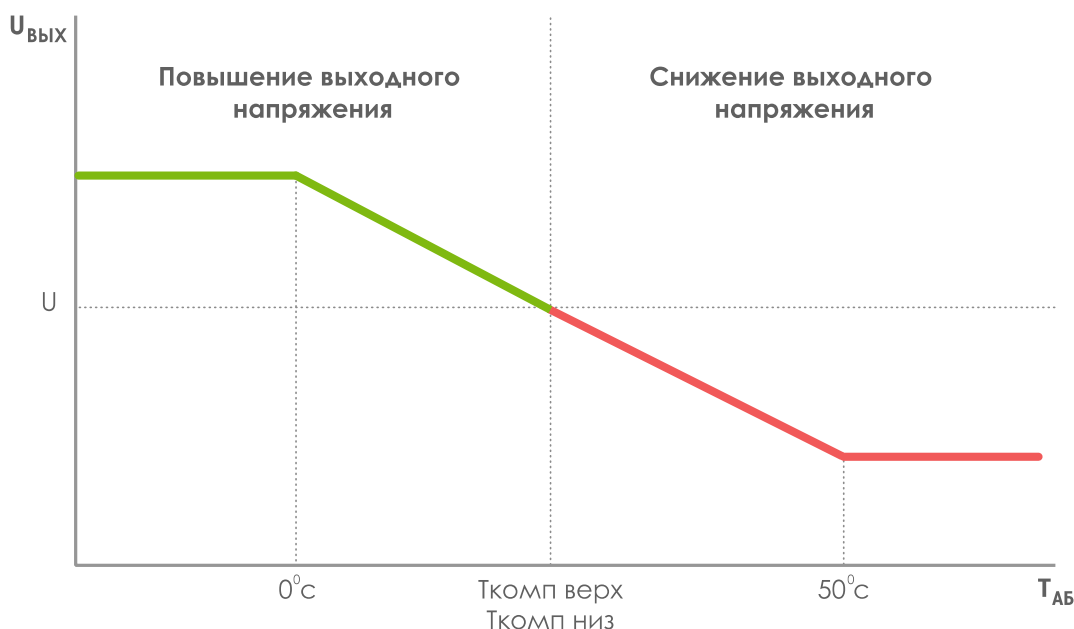

Рисунок 7.12 – Термокомпенсация напряжения при равных значениях «Ткомп низ» и «Ткомп верх»
7.16.5 В случае задания равных значений уставок **Ткомп низ** и **Ткомп верх** компенсация будет выполняться на всем интервале температур от 0 до 50 °С (рисунок 7.12).